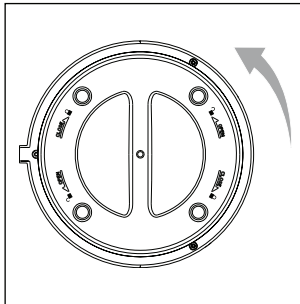

Fig. 3
3. Rode a tampa do corpo do aparelho **9** na parte inferior do aparelho um pouco para a esquerda, na direção **OPEN** , para a abrir (ver fig. 3). Remova então a tampa do corpo do aparelho **9**.